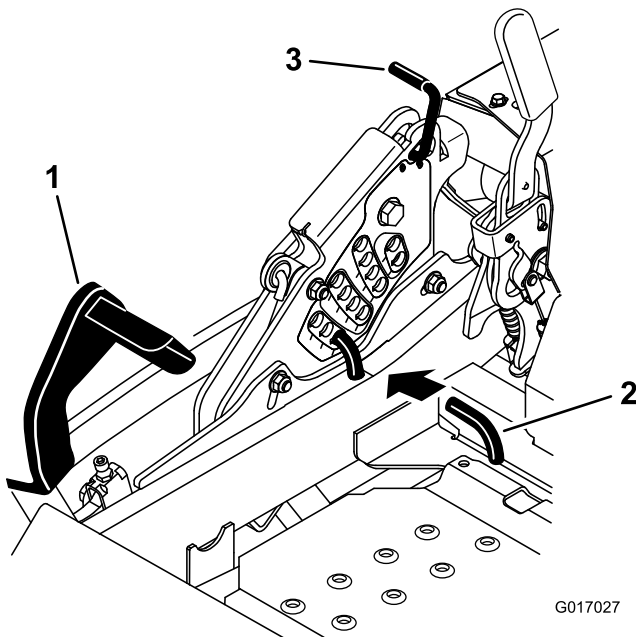

Figura 26
2. Pise el pedal de elevación de la carcasa y eleve la carcasa a la posición de transporte (que es también la posición de altura de corte de 140 mm (5-1/2 pulg.)) (Figura 26).
3. Para ajustar la altura de corte, gire el pasador 90 grados y retire el pasador del soporte de altura de corte (Figura 26).
4. Seleccione el taladro del soporte de altura de corte que corresponde a la altura de corte deseada, e inserte el pasador (Figura 26).